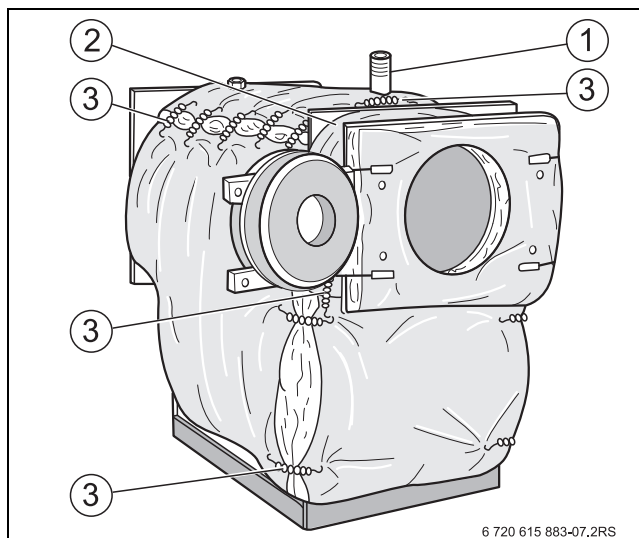

Fig. 10 Colocar e fixar o isolamento térmico
- Sobrepor o revestimento de isolamento térmico à volta do corpo da caldeira e fixar, em cima, com 5 molas de aperto [3] (→ fig. 10, página 18).
- Fechar a abertura para o dispositivo de proteção contra a falta de água [1] com 2 molas de aperto [3] (→ fig. 10, página 18).
- Colocar o isolamento térmico dianteiro em baixo no painel dianteiro do corpo da caldeira, e fixar com 2 molas de aperto [3] à direita e à esquerda, no revestimento circular de isolamento térmico (→ fig. 10, página 18).
- Colocar as tiras de isolamento térmico [2] em cima, à volta do anel do corpo da caldeira, e fixar à direita e à esquerda com 2 molas de aperto [3], no isolamento térmico dianteiro em baixo (→ fig. 10, página 18).